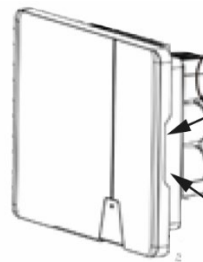

Fig. 3.2: Poziție de ridicare (partea dreaptă)
- 1 Ridicați aparatul de mânerile încastrate (a se vedea fig. 3.2). Respectați centrul de greutate al aparatului!